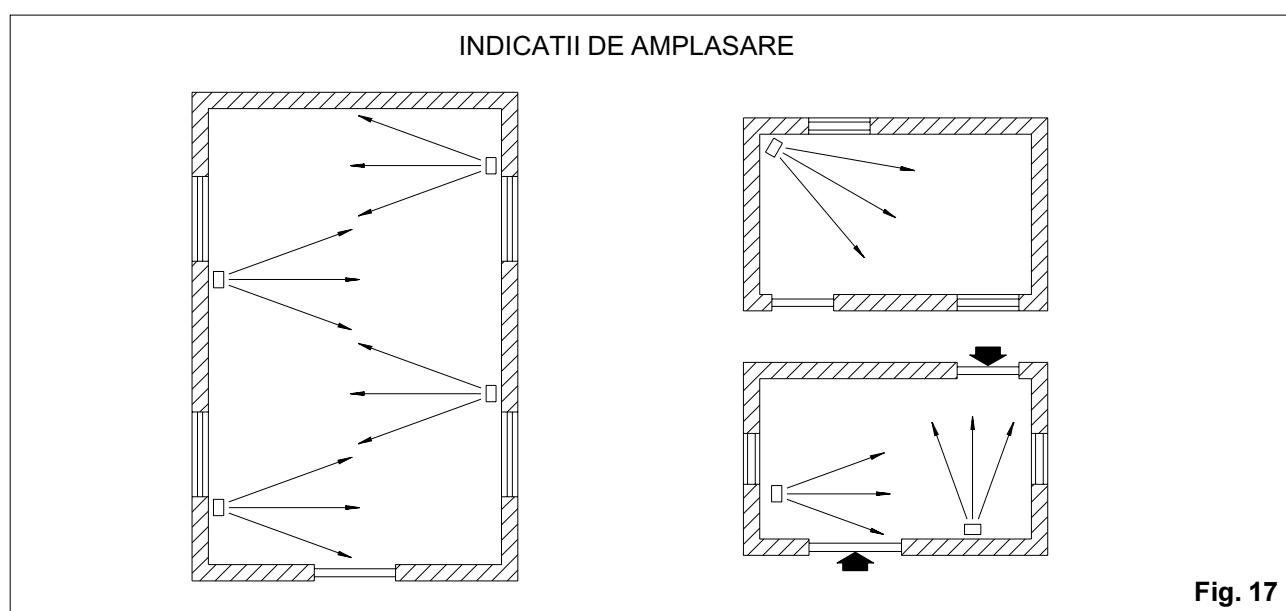

Fig. 17
c) daca in aceeasi incapere sunt instalate mai multe generatoare, este convenabila distribuirea aerului cald pe directii opuse de flux. (fig. 17)